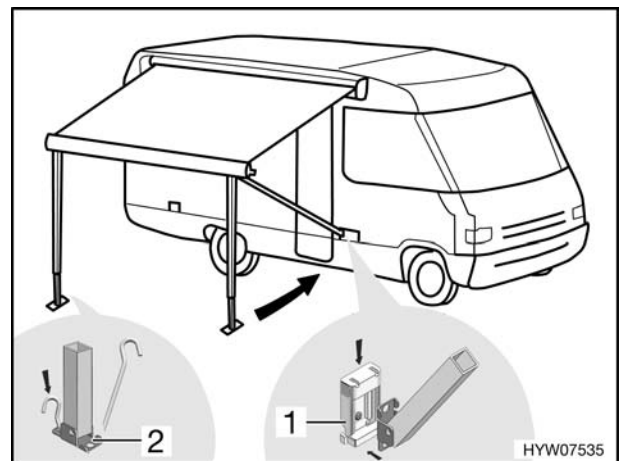

Bild 47 Stützfüße befestigen
- Die Stützfüße in die Halter (Bild 47,1) am Reisemobil einklemmen bzw. mit Heringen am Boden befestigen (Bild 47,2).